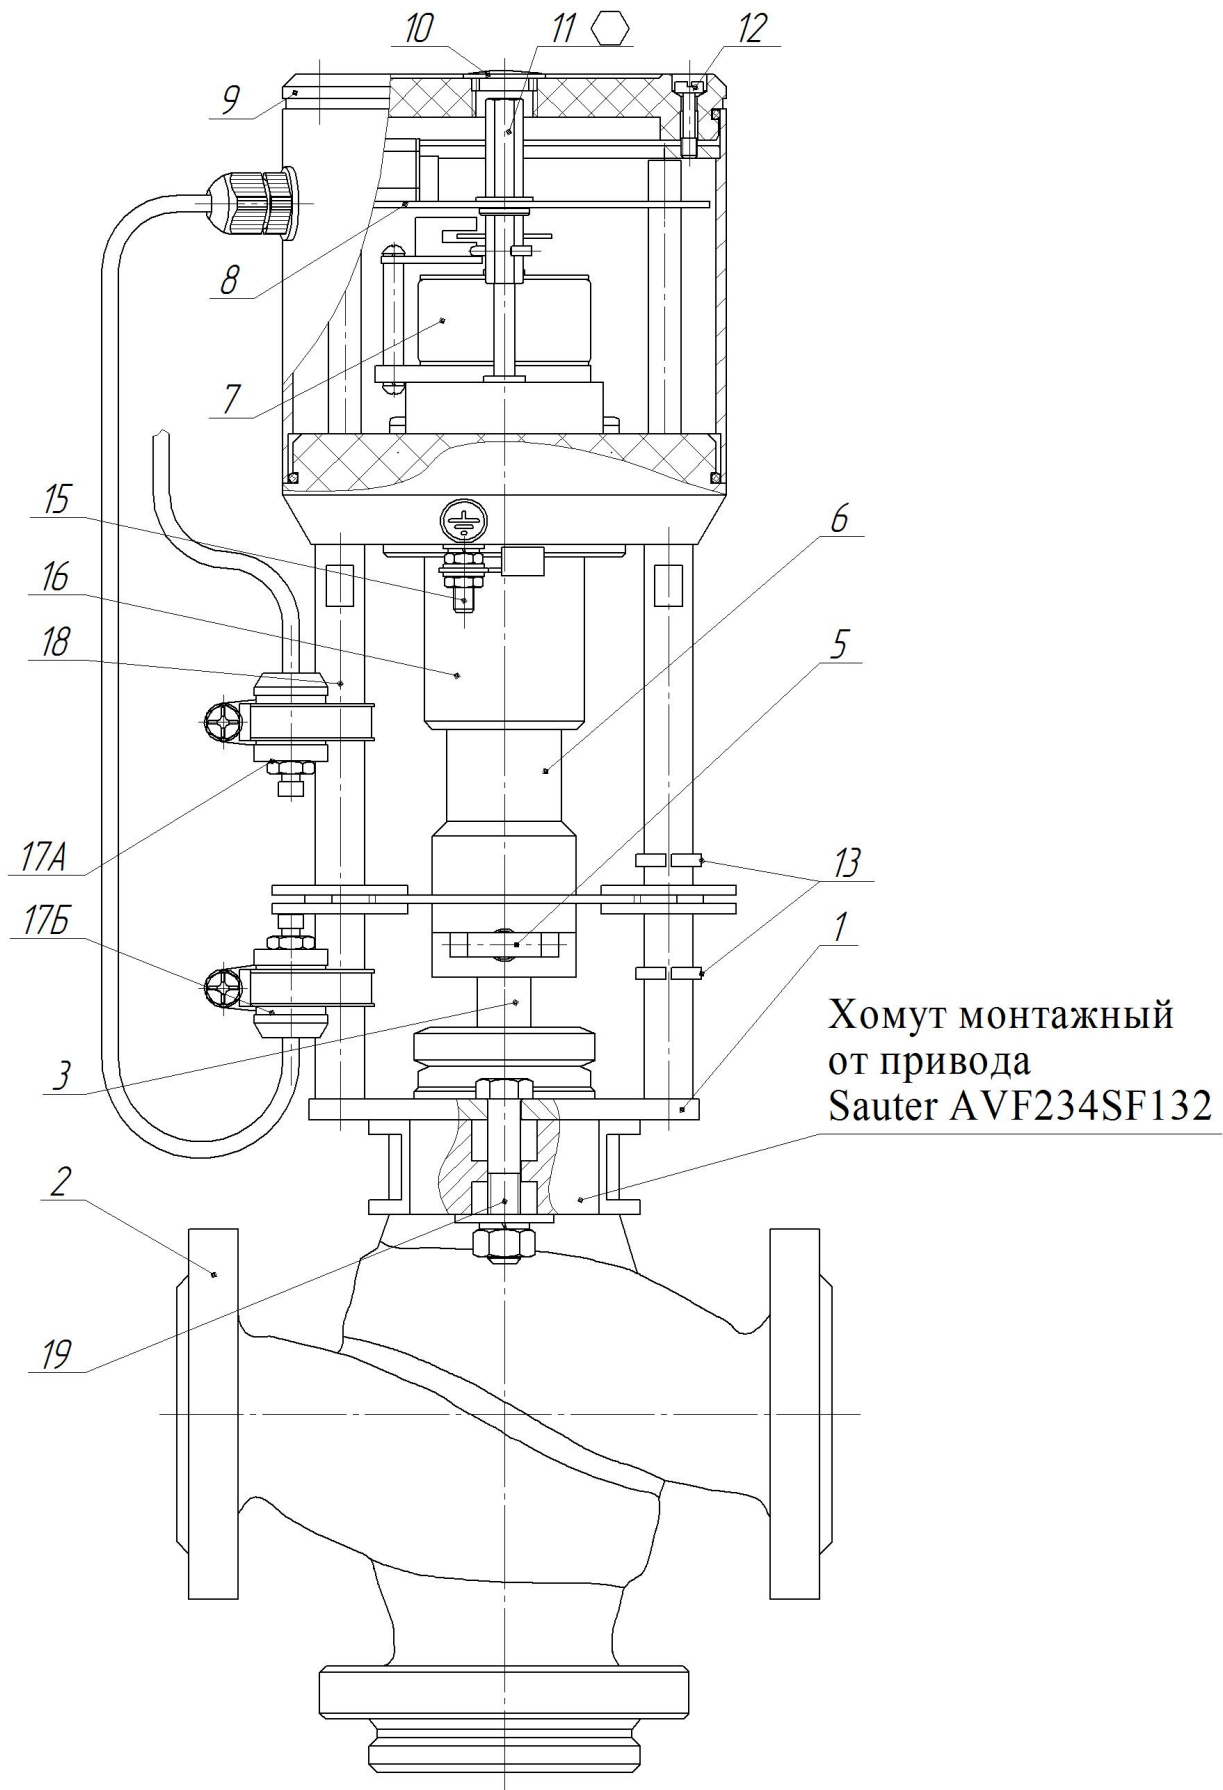

Рисунок 1 – Привод
3.5.4 В обязательном порядке выполнять подключение корпуса привода (контакт поз.15, Рисунок 1) к защитному заземлению при подключении привода к цепям 220В.
3.7.1 Механизм привода смазан и не требует обслуживания. В случае интенсивной эксплуатации (осуществление частых перемещений шпинделя) привода, рекомендуется производить периодическое смазывание (раз в год) пары ходового винта и гайки, расположенных под кожухом (см. поз. 16, рисунок 1). Кожух сдвигается вручную. Перед нанесением смазки старую смазку удалить. Для смазывания использовать смазку Gazpromneft Grease LX EP 2, либо аналог.